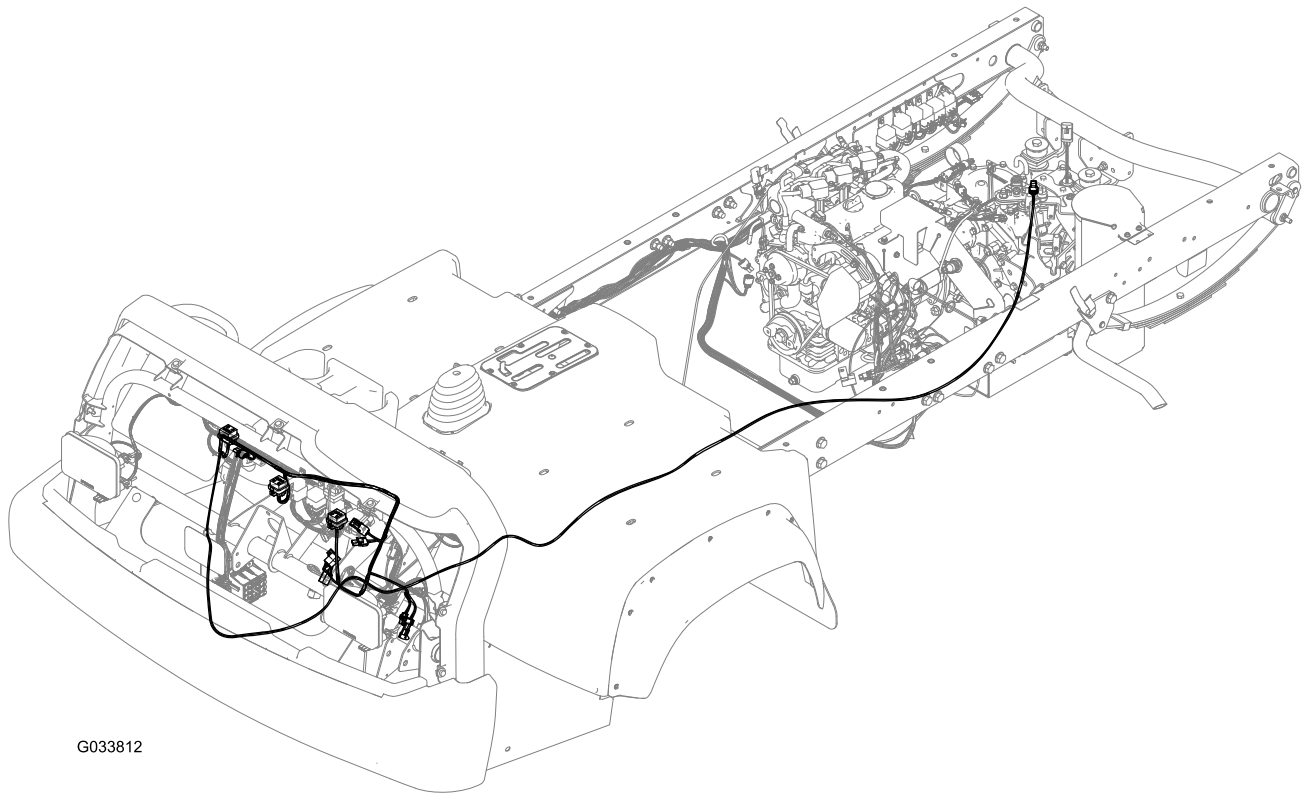

Figure 6
1. Acheminez l'extrémité du faisceau de câblage étiqueté « reverse switch » entre l'avant du véhicule, à travers l'ouverture dans le tablier sous la plate-forme du conducteur, et faites-le revenir au longeron de cadre latéral au sommet de la transmission (Figure 6).
3. Branchez le connecteur de frein, le connecteur de dérivation 4RM et le connecteur d'embrayage au nouveau faisceau de câblage (Figure 6).